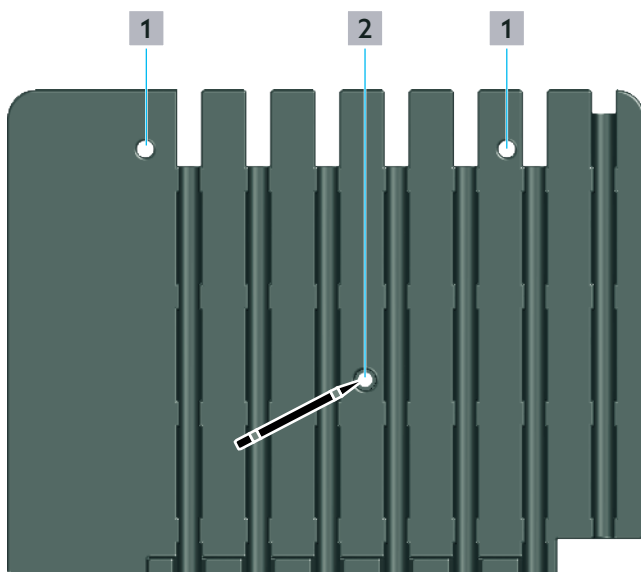

Abb. 7: Isolierung einhängen
- 2 Markieren Sie den Befestigungspunkt für die Dübelschraube mit einem Stift (Position **2** in .Abb. 7 auf Seite 9).
- 1 Setzen Sie das Distanzstück (Position **3** in Abs. 6.1 auf Seite 8) in die Aussparung für Dübelschraube (Position **2** in Abb. 7 auf Seite 9).